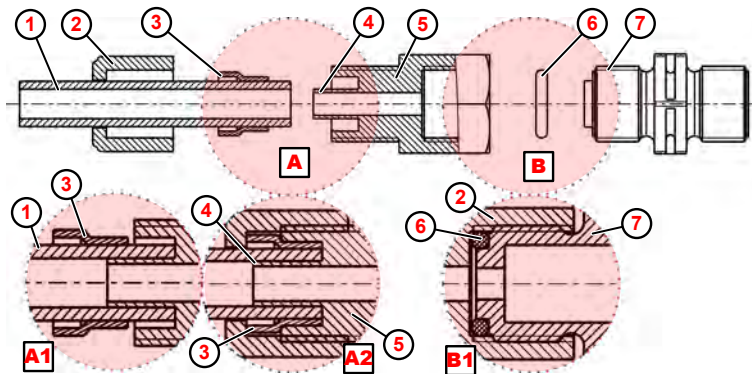

Fig. 7: Conexión de manguera y de tubo con manguito de apoyo integrado
1. ➤ Colocar la junta tórica ( Fig. 7 , ⑥ ) en la ranura de la válvula de descarga o aspiración ⑦ .
2. ➤ Apretar la unión roscada ⑤ (detalle B1) .
3. ➤ Realizar un corte recto en la manguera ① .
4. ➤ Empujar la tuerca de unión ② sobre la manguera ① .
5. ➤ Empujar el anillo de apriete ③ sobre la manguera ① .
6. ➤ Empujar la manguera ① hasta el tope del manguito de apoyo ④ (detalle: A1) .
7. ➤ Apretar la unión roscada ⑤ (detalle A2) .